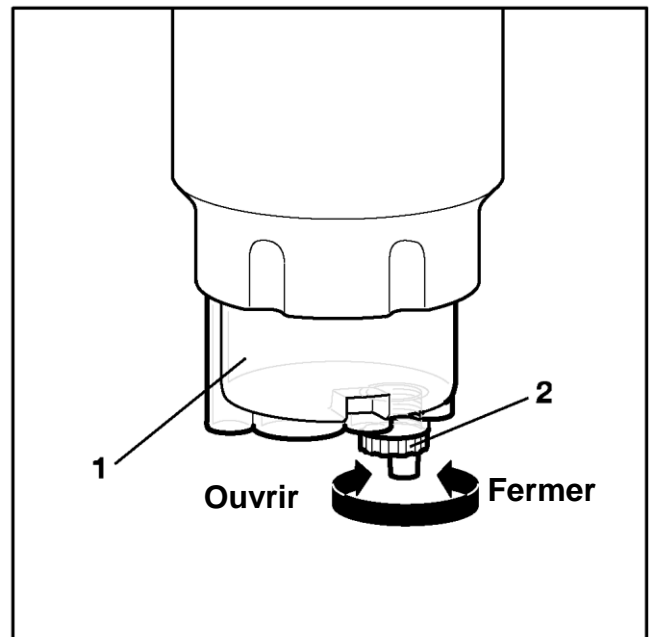

Fig. 4 Vidange de l'eau
- Contrôler que la vis de vidange d'eau soit fermée (voir aussi Fig. 4).
- Dévisser la vis de vidange (pos. 2, Fig. 4) sur le fond du collecteur d'eau (pos. 1, Fig. 4) et laisser s'écouler l'eau.
- Revisser la vis de vidange (pos. 2, Fig. 4).